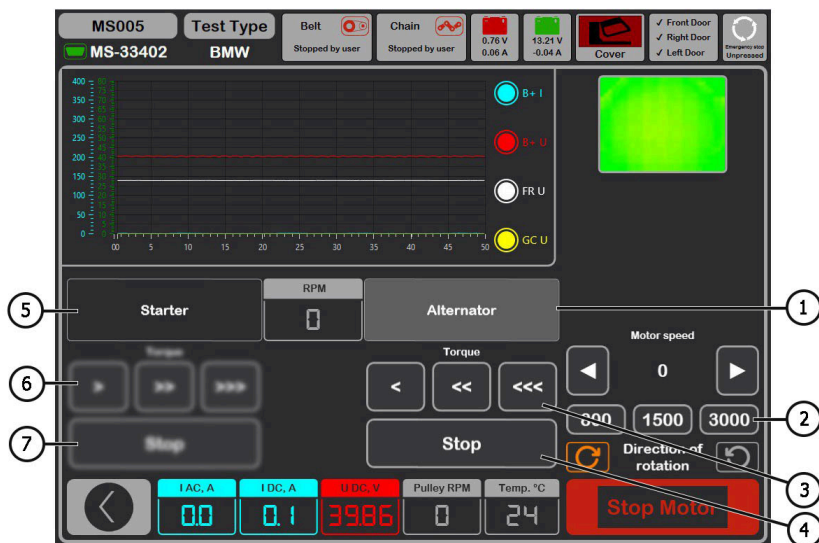

Abbildung 29. Menü des Prüfmodus für Generatoren 48 V
7.1. Im Diagnosefenster des Generators (Abb. 29) den Modus „**Alternator**“ (**Generator**) auswählen (siehe Pos. 1).